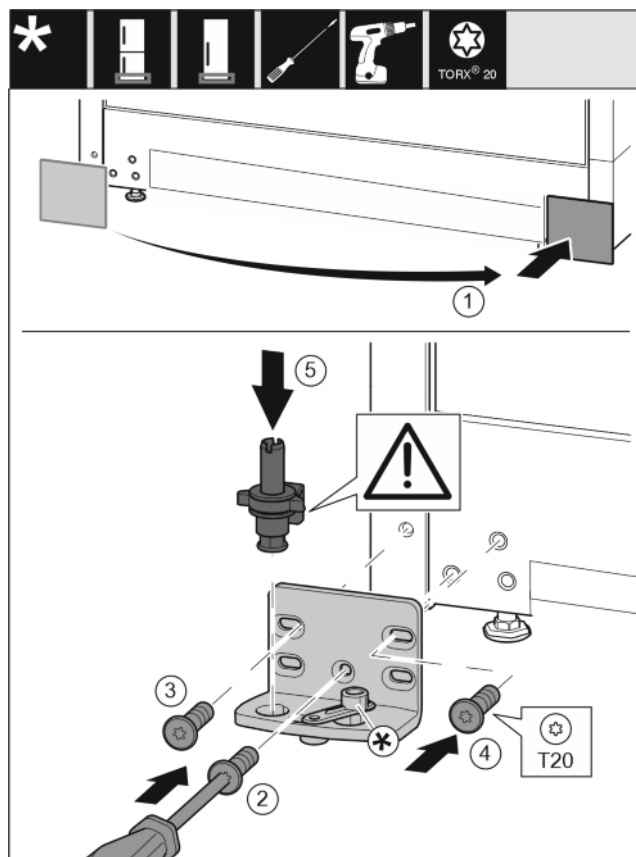

Fig. 15
- ▶ Снимите крышку и установите с другой стороны. Fig. 15 (1)
- ▶ Установите опорный кронштейн с другой стороны и прикрутите с помощью отвертки T20. Начинаяе с винта 2 снизу в центре. Fig. 15 (2)
- ▶ Затяните винты 3 и 4. Fig. 15 (3,4)
- ▶ Установите опорный палец в сборе. При этом следите за тем, чтобы выступ фиксатора был направлен назад. Fig. 15 (5)